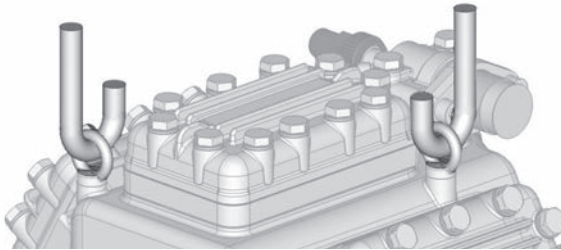

Fig. 4
- Possibilidade de transporte e de elevação nos dois olhal de transporte (fig. 4).